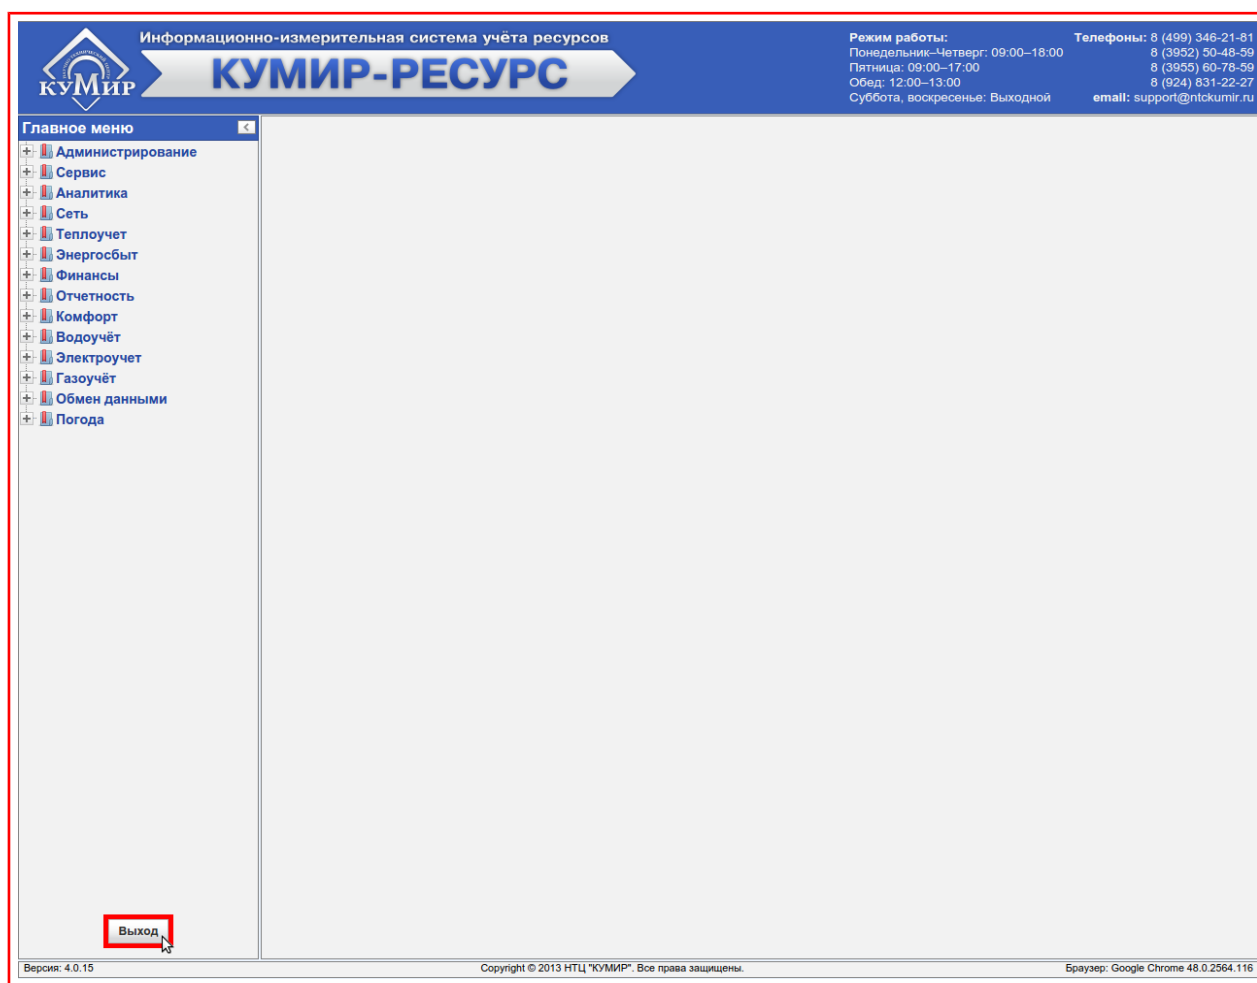

Рисунок 15.1 — Кнопка «Выход»
- 1) Нажать на кнопку **«Выход»** находящуюся в нижней части главного меню, рисунок 15.1;